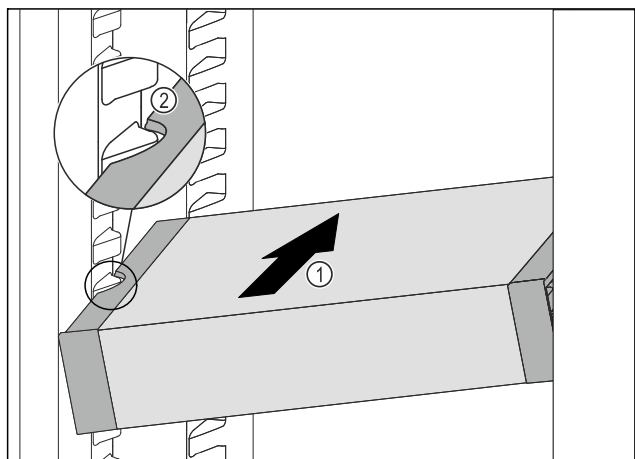

Fig. 175
- ▶ 将 VarioSafe 斜插入冷藏区中 Fig. 175 (1)，直至 VarioSafe 的侧部凹槽 Fig. 175 (2) 与冷藏区中的容器肋梁持平。